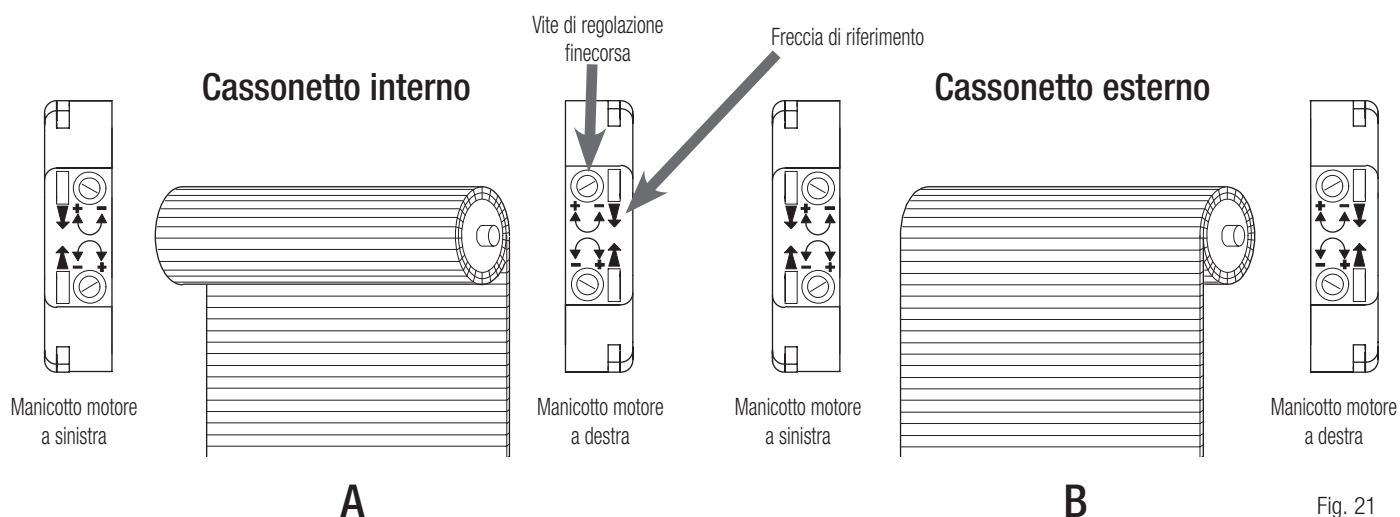

Fig. 21
9.2 CONFIGURAZIONE CON CASSONETTO INTERNO (Fig. 21 rif. A)
9.3 CONFIGURAZIONE CON CASSONETTO ESTERNO (Fig. 21 rif. B)